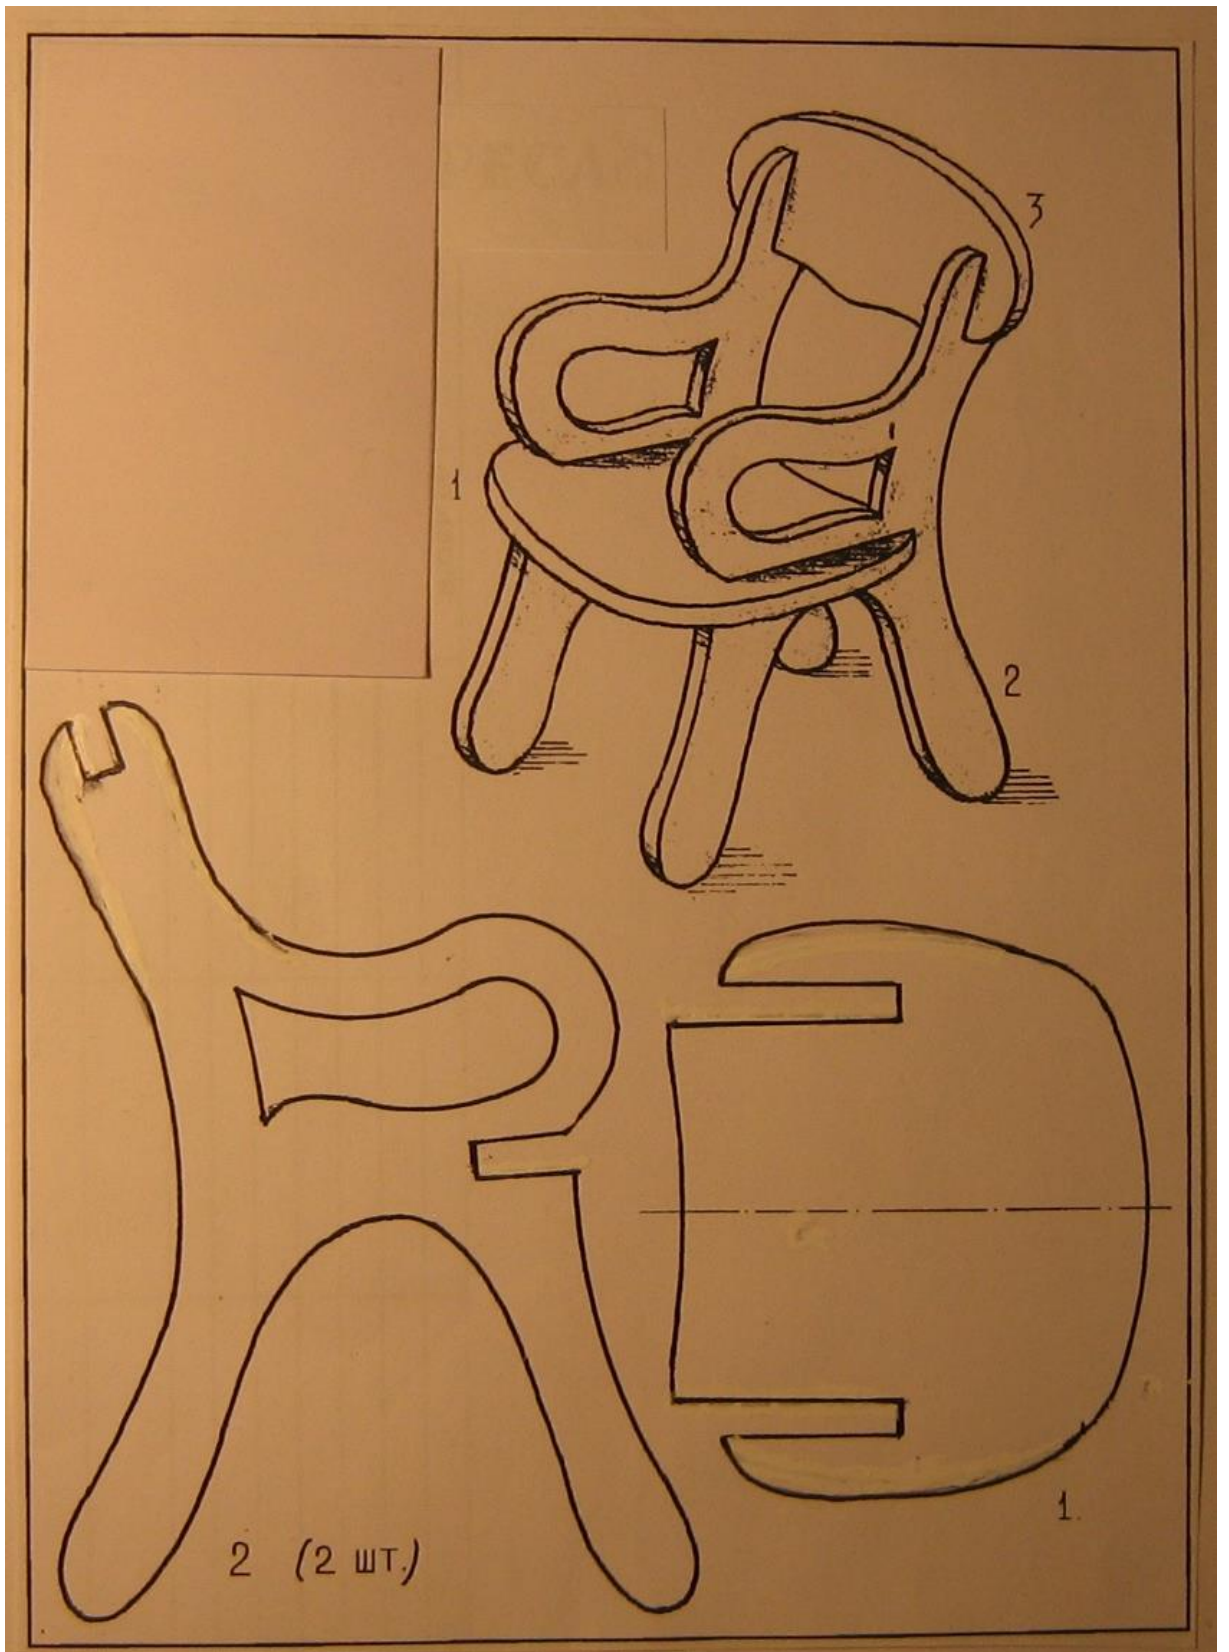

Рис. 1. Рисунки шаблонов сборного мебельного кресла для кукол
1. С помощью рисунка и шаблонов (рис. 1) *разработать чертеж спинки (деталь № 3) и* изготовить кресло для кукол.